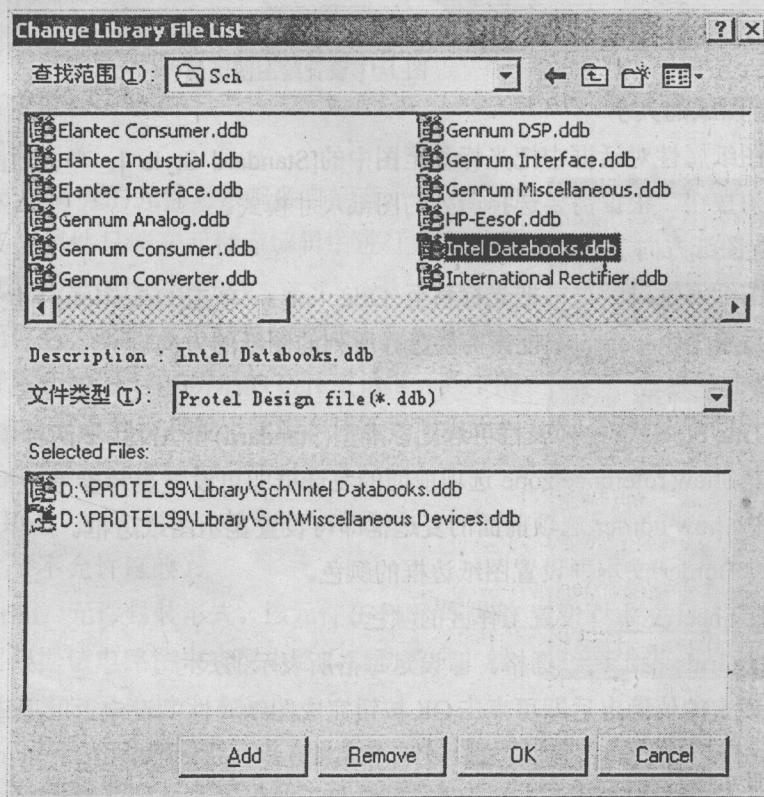

图 1-10 “元件库添加/删除”对话框
(1) 点击设计管理器中的 Add/Remove 按钮，屏幕将出现如图 1-10 所示的“元件库添加、删除”对话框。
(2) 在 Sch 文件夹下选取元件库文件，然后双击鼠标或点击 Add 按钮，此元件库就会出现在 Selected Files 框中，如图 1-10 的下部 Selected Files 窗口所示。
(3) 点击 OK 按钮即完成该次元件库的添加。